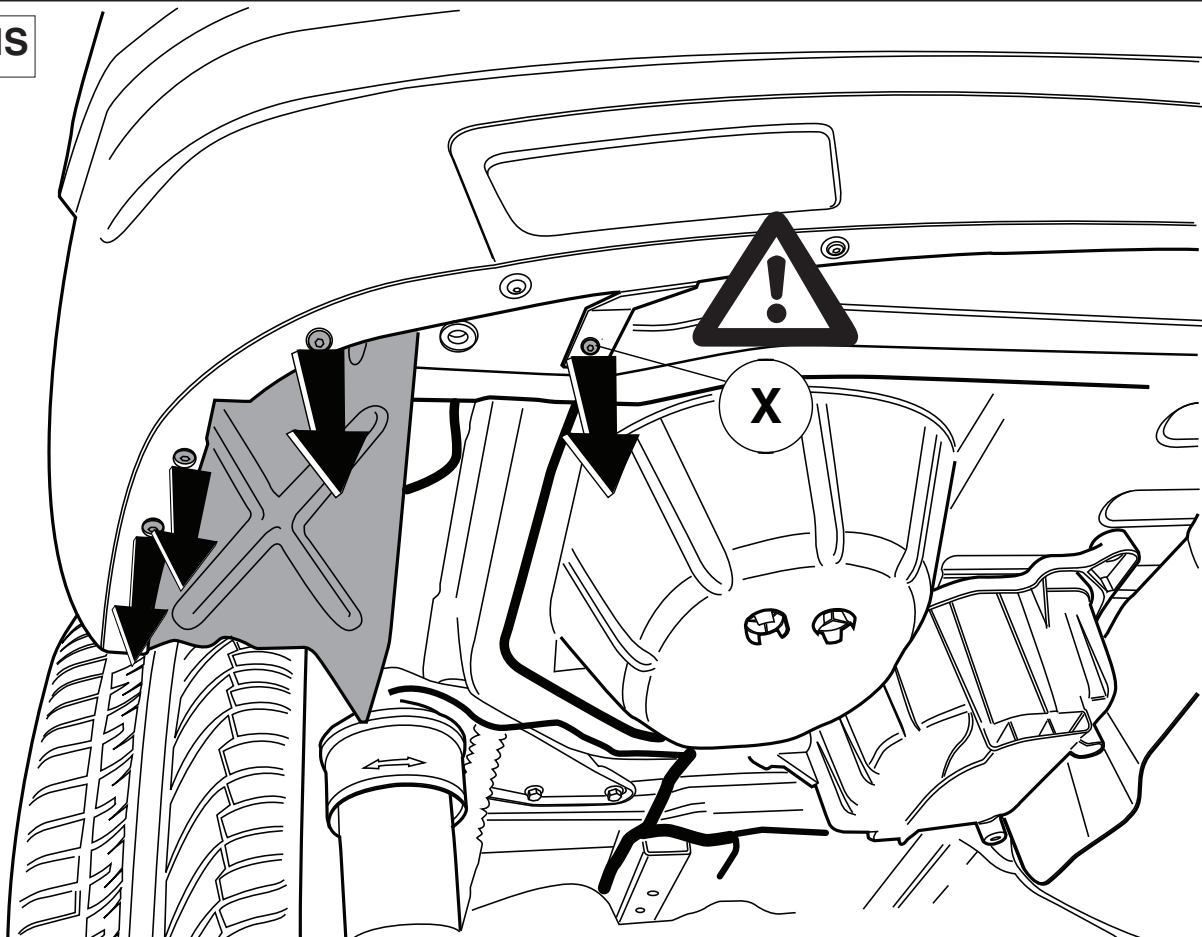

Fig.2
3. Удалить болты, как указано на рис. 2. Эти детали больше не понадобятся.
4. Удалить болты, как указано на рис. 2. Эти детали больше не понадобятся.